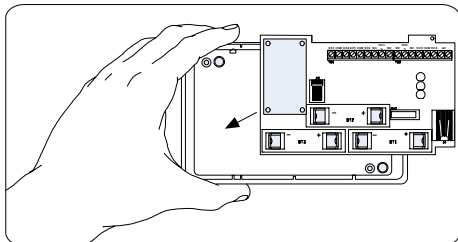
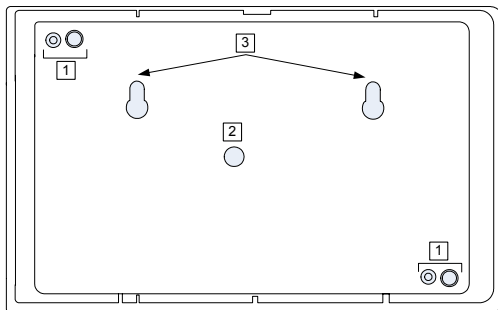

Figure 3 : Retrait du PCB
Figure 4 : Trous d'installation
- Retirez le PCB (Figure 3) et percez les trous pour permettre l'insertion des câbles électriques (1, Figure 4), ainsi que celui du système d'autoprotection à l'arrachement (2, Figure 4).
- Fixez le récepteur en vous servant des trous d'installation (3, Figure 4) et réinstallez le PCB. Vous devez entendre un « clic » lorsque vous fixez au mur le ressort du système d'autoprotection.